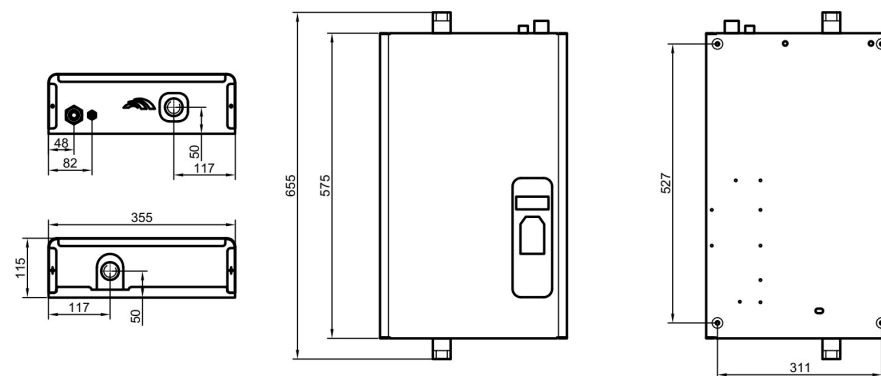

Рисунок 3 - Апарат КЕО-18-30/400 - Бц
5.1 КЕО є конструкцією, що складається з окремих вузлів, розміщених в сталевому корпусі форми паралелепіпеда (рис.3). Корпус є конструкція, сприймаюча навантаження, яке виникає при експлуатації і транспортуванні.